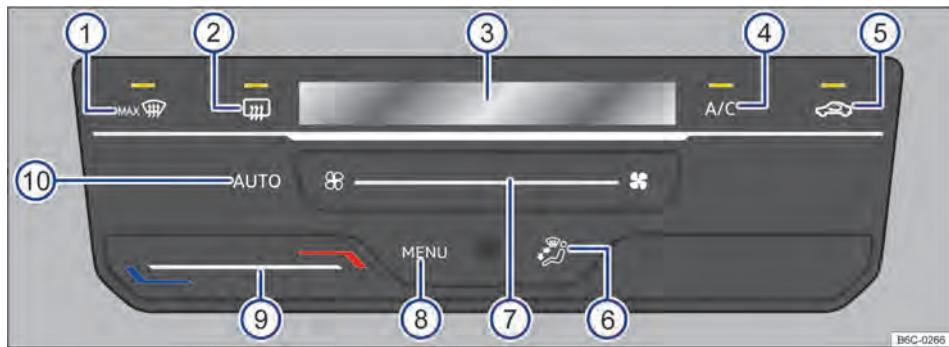

Fig. 83 Comandos do Climatronic.
Ao tocar na superfície de função → Fig. 83 ⑥ é possível ligar o modo automático do Climatronic.
O modo automático garante temperaturas constantes no interior do veículo. A temperatura do ar, o volume de ar e a distribuição de ar são regulados automaticamente. O funcionamento automático se desliga quando a ventilação é alterada manualmente → Fig. 83 ⑦ ou com a alteração da distribuição de ar através da superfície de função → Fig. 83 ⑥.
- Climatronic: tocar na superfície de função → Fig. 83 ④ para ligar e desligar o funcionamento da refrigeração.
- Climatronic: deslizar o dedo sob a superfície de função → Fig. 83 ⑨.
No display do Climatronic → Fig. 83 ⑧ é indicada a temperatura ajustada.
- Climatronic: deslizar o dedo sob a superfície de função → Fig. 83 ⑦.
- Climatronic: tocar na superfície de função → Fig. 83 ⑤.
- Climatronic: tocar na superfície de função → Fig. 83 ④ para posição desejada, a distribuição selecionada será indicada no display ⑧.
- **Climatronic**: tocar na superfície de função  → Fig. 83 ①.
- **Climatronic**: tocar na superfície de função  → Fig. 83 ②.
Para veículos com VW Play, pressionar **MENU** → Fig. 83 ⑧ para abrir o menu do ar-condicionado no rádio.